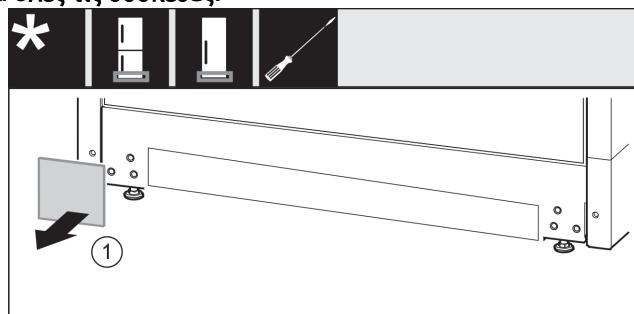

Fig. 15
- Αφαιρέστε το κάλυμμα Fig. 15 (1).